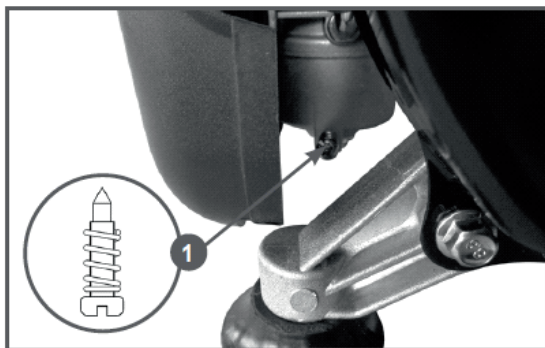

Рис. 14 Слив топлива из карбюратора
3. Выкрутите винт сливного отверстия (Рис. 14 п. 1) на 1–2 оборота и слейте топливо из поплавковой камеры карбюратора.